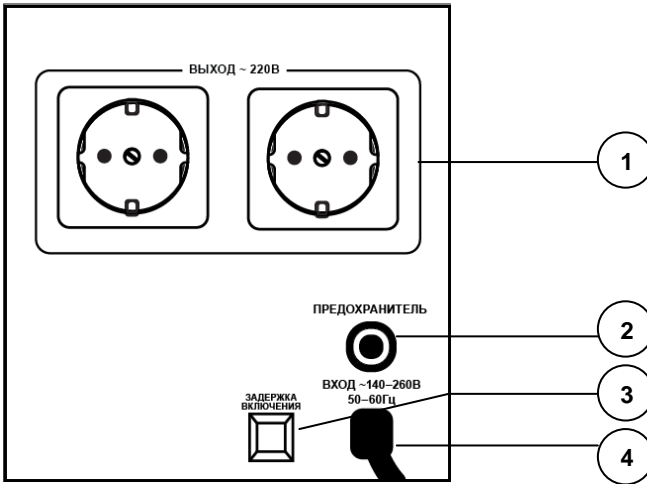
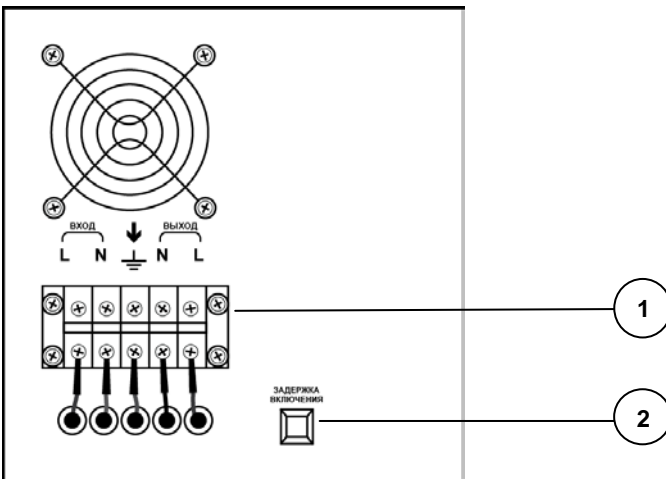

Рис.3
Рис.4
Модели STB-1000 и STB-2000 (рис.3):
Модели STB-5000 и STB-10000 (рис.4)
3. Для моделей STB-1000, STB-2000: подключите стабилизатор напряжения к сети переменного тока 220В/50Гц (4, рис.3).
Для моделей STB-5000, STB-10000: Заземлите стабилизатор напряжения. Подключите соответствующую пару входных клемм на задней панели стабилизатора напряжения к сети переменного тока 220В/50Гц (1, рис.4).
6. Для моделей STB -1000, STB-2000: включите потребитель в розетку стабилизатора напряжения, расположенную на задней панели (1, рис.3).
Для моделей STB-5000, STB-10000: подключите нагрузку к выходным клеммам. Убедитесь в надёжности контактных соединений (1, рис.4).
8. При стандартном режиме работы и отжатой кнопке «Задержка включения» (2, рис.3/рис.4) на дисплее будет отображаться обратный отсчет от 5 до 0 сек. В течение данного периода времени происходит краткосрочная настройка. При нажатой кнопке «Задержка включения» (2, рис.3/рис.4) отображается обратный отсчет от 179 до 0 сек. В течение данного периода времени происходит длительная настройка (см. стр.6).